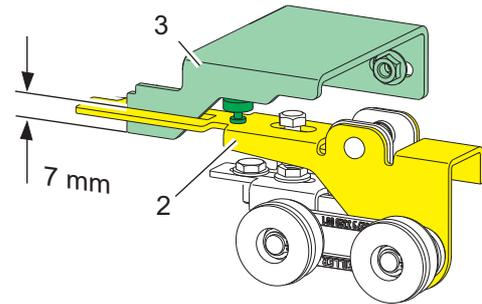

Abb. 58
- Sicherstellen, dass der Abstand (X) sowohl zwischen Riegel (2) und Riegelraste (3) wie auch Riegel (2) und Gegenriegel (7) 2 mm beträgt, Einstellung: Riegelraste zwei Muttern (1), Gegenriegel Muttern (4)
- Sicherstellen, dass die Eingriffstiefe des Riegels (2) in der Riegelraste (3) im geschlossenen Zustand 12 mm beträgt. Ggf. mit Gummipuffer (6) einstellen (Darstellung Eingriffstiefe siehe Abb. 58)
- Der Abstand (Z) des Aufnahmewinkels der Kontaktbrücke (8) zum Türkontakt (9) muss 10,5 mm betragen, ggf. durch Verschieben des Winkels (10) einstellen
- Sicherstellen, dass der Abstand (Y) zwischen Türkontakt (5) und Riegel (2) 10,5 mm beträgt. Ggf. durch Verschieben des Türkontaktes (5) einstellen